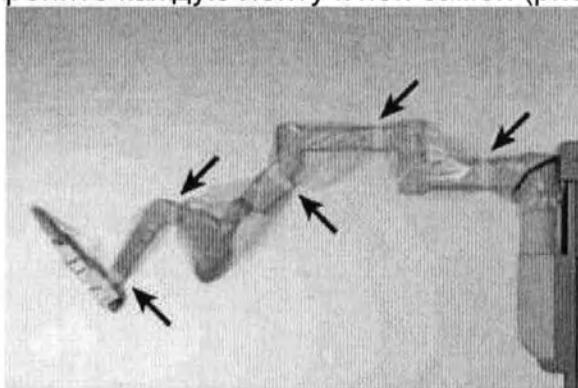

Рисунок 5.6. Фиксация покрытия лентами.
9. Туго оберните все белые ленты покрытия вокруг инструментального манипулятора и прикрепите каждую ленту к ней самой (рисунок 5.6).